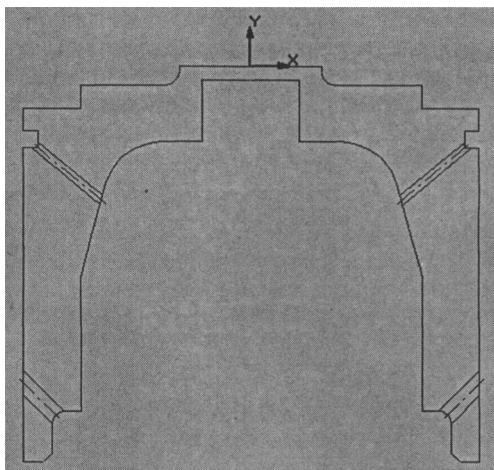

Рис. 4.62
8. Симметрия. Воспользуйтесь комбинацией горячих клавиш **Ctrl+A** или командами **Выделить > Все**. В строке меню нажмите **Операций > Симметрия**, направьте курсор в центр координат и щелкните мышью. Затем укажите вторую точку симметрии (на 5 мм ниже), щелкните мышью и нажмите кнопку **III** (**Прервать команду**), (рис. 4.62).